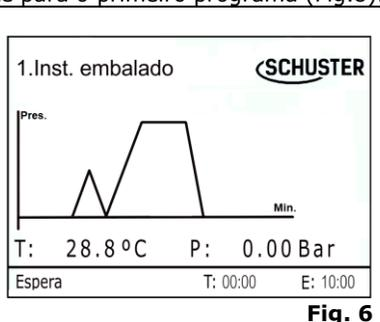

Fig. 6
- Na tela principal (Fig.6), pressionar o botão seleção inferior por 3 segundos para ir ao menu seleção de ciclos (Fig.7). Nesta tela poderão ser escolhidos um dos 6 programas disponíveis. Utilizar os botões de seleção inferior ou superior para navegar entre as opções. Escolher o ciclo conforme o tipo de esterilização. Ao final, pressionar o botão confirmar/início para ativar o ciclo escolhido. Pressionar mais uma vez o botão confirmar/início para iniciar o funcionamento da autoclave;
- Para alterar o idioma do equipamento, estando na tela do primeiro programa (Fig.6), manter pressionado o botão de seleção superior  para acessar o menu com as 3 linguagens disponíveis (Fig.8). Selecionar a desejada com os botões de seleção e confirmar com o botão confirmar/início.